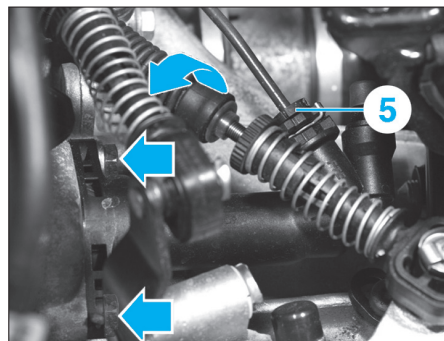

Fig. 4
- Débrancher et obturer la canalisation (5) du cylindre récepteur (Fig.4).